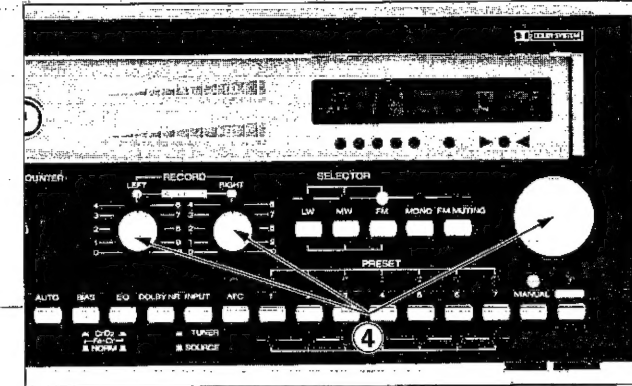

Abbildung 4-2
- ④ Die drei (3) Einstellknöpfe von der Frontplatte abziehen. (Siehe Abbildung 4-2)